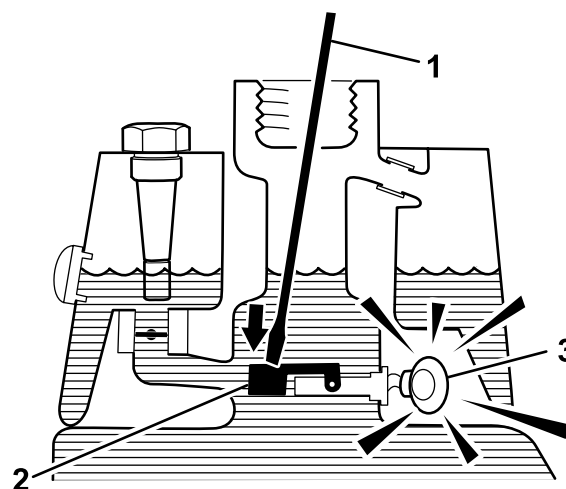

图 61
- 将干净的支杆或螺丝刀插入油箱颈然后轻轻地向下推至浮动开关上图 61 经过 1 秒钟的延迟后警报应响起。